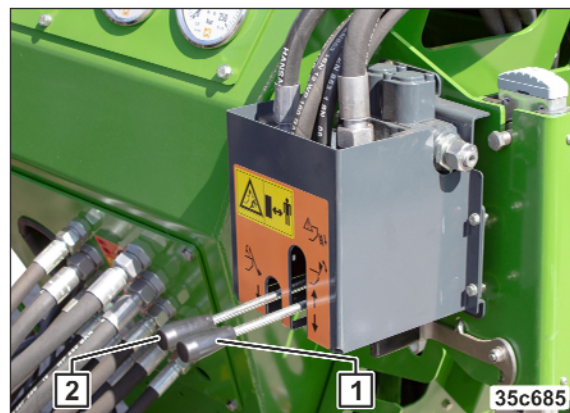

Fig. 245
2. Steuergerät (Fig. 245/1) betätigen.
17. Steuergerät betätigen (siehe Fig. 245/1) und Befüllschnecke in die Transportposition klappen.